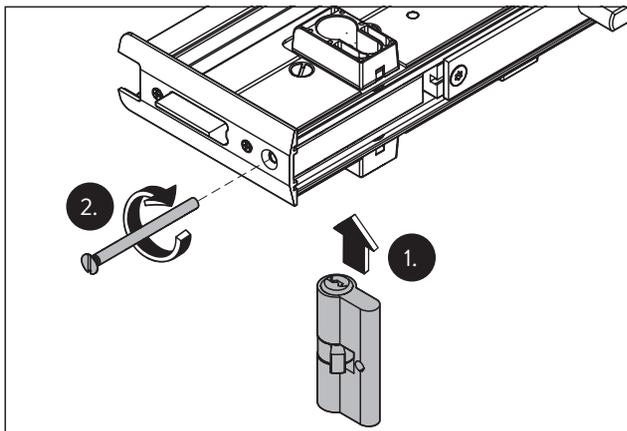

Fig. 14 Inserire e avvitare il cilindro di blocco
5. Inserire il cilindro di blocco. Verificare che la griglia del cilindro entri nella cavità (Fig. 14/1).
6. Serrare il cilindro di blocco con la vite della parte anteriore (Fig. 14/2).